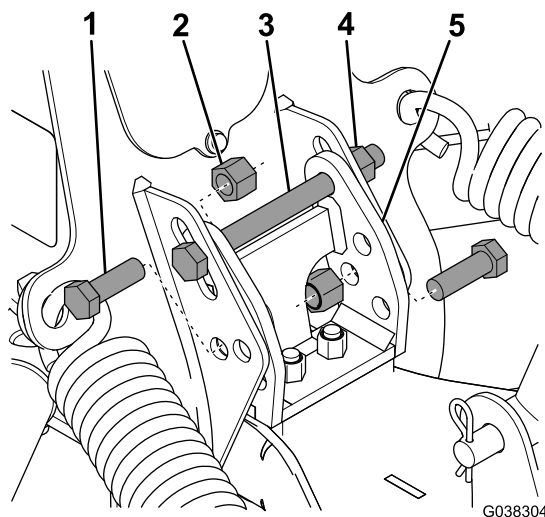

Bild 26
2. Lösen Sie die Mutter, mit der die lange Schraube am Schubrahmen befestigt ist, wie in Bild 26 dargestellt.
3. Entfernen Sie die beiden kurzen Schrauben und Muttern, wie in Bild 26 dargestellt.
4. Heben oder senken Sie die Halterung des Anschlagpuffers auf die gewünschte Höhe an/ab (Bild 26).
5. Bauen Sie die zuvor entfernten kurze Schrauben und Muttern wieder ein und ziehen Sie die Muttern auf der langen Schraube fest (Bild 26). Ziehen Sie die Schrauben mit einem Drehmoment von 76 N·m fest.